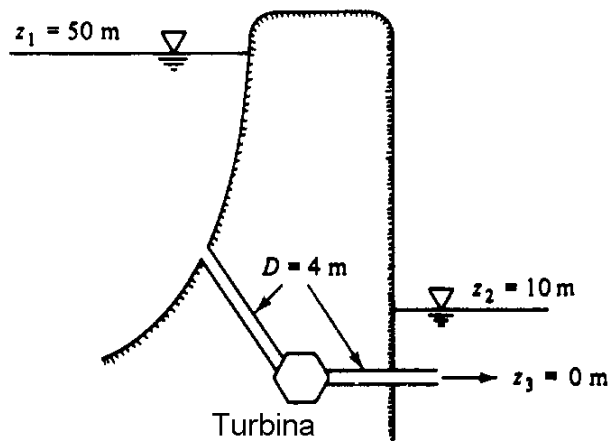

Figura P3.42
3.42 A turbina da figura P3.42 recebe $100 \text{ m}^3 \text{ s}^{-1}$ de água e descarrega 10 m abaixo da superfície inferior. As perdas na conduta são de $2,5 v^2/2g$. Qual a potência em kW desenvolvida pela turbina?